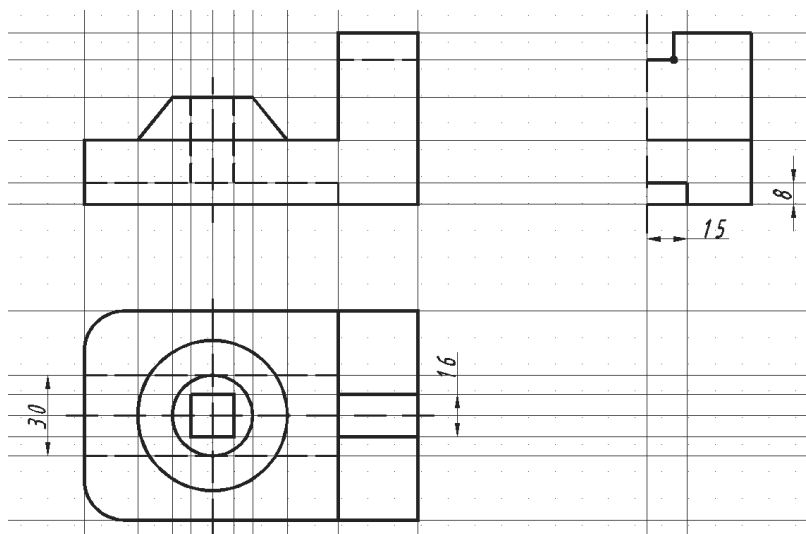

Рисунок 2.7
8. Выполнить необходимые вспомогательные построения для внутренних контуров детали и затем вычертить внутренний контур на слое *Невидимый* командой ОТРЕЗОК на виде спереди и на виде сверху, рисунок 2.7.
9. Вычертить пазы на виде сверху и на виде слева на слое *Контур*, рисунок 2.7.